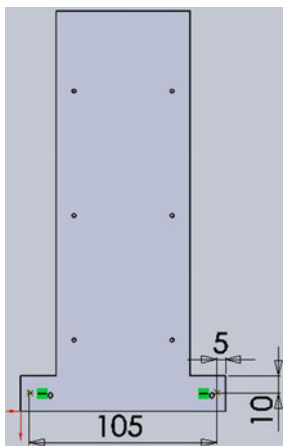

Figura 5.7 – Posicionando os furos
4.1 Crie um esboço na face da peça e desenhe dois círculos de 2 mm, posicionando-os conforme a Figura 5.7.